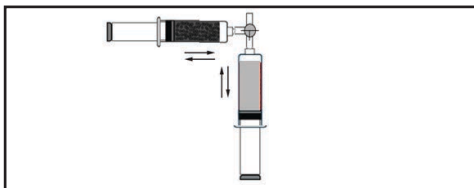

Figure 11.
- 2.5 Mélanger doucement en poussant lentement le contenu d'une seringue à l'autre. Mélanger la solution jusqu'à ce que les microsphères soient suspendues (figure 11).